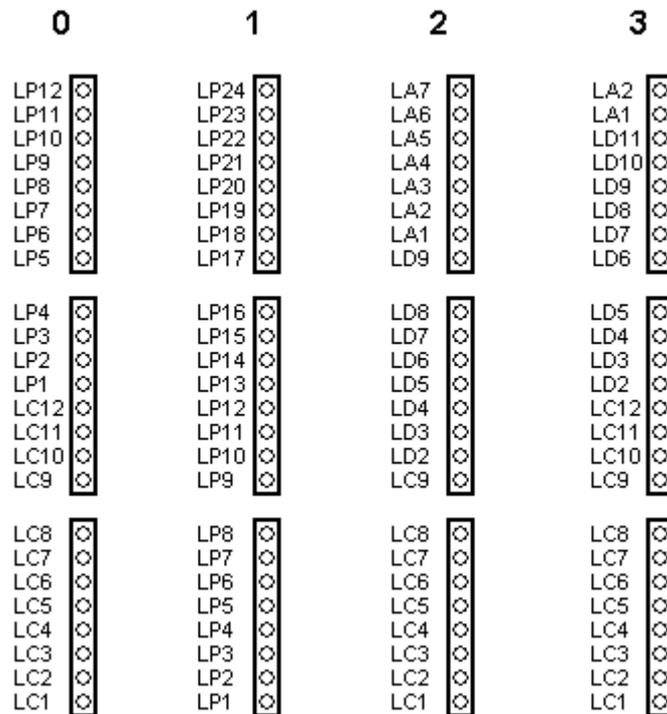

Figura 53
- Configuración de terminales de llamadas (Tabla 2). La Figura 53 muestra la configuración de los terminales de entrada salida para las configuraciones tipo “una llamada por hilo” (ID = 0 a 3). Por la descripción de las otras configuraciones ver sección “Conexión de las llamadas” del capítulo “INSTALACION”)